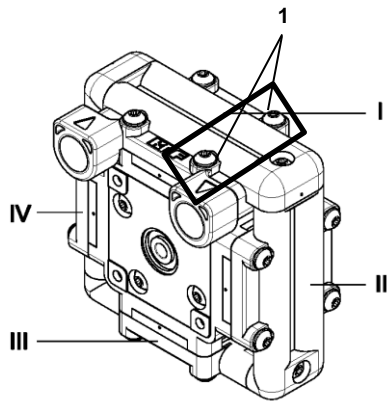

Fig. 17
**i ACHTUNG:** Bei Montage Verschaltung II müssen die zwei markierten Kopfschrauben (1) von Kopf I (siehe Fig.17) um 2 Umdrehungen gelöst sein, ansonsten werden Dichtlippen beschädigt.
22. Festziehen der zwei gelösten Kopfschrauben (1) von Kopf I mit Drehmoment 2.5 Nm\*\*.
23. Montage der vier Verbindungsschrauben (2) mit Drehmoment 1.2 Nm \*\*.